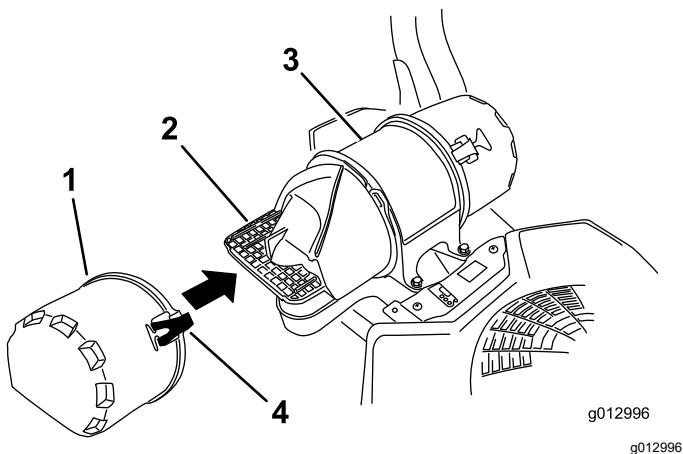

Figura 40
3. Abra los cierres del limpiador de aire y tire de la tapa de la entrada de aire para separarla del cuerpo del limpiador de aire (Figura 40).
5. Instale la tapa de la entrada de aire y sujetela con los enganches (Figura 40).